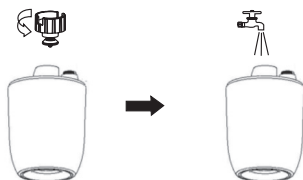

Рис. 2
2. Открутите крышку резервуара для воды против часовой стрелки и залейте воду в емкость (рис. 2). Температура воды не должна превышать 40 градусов.